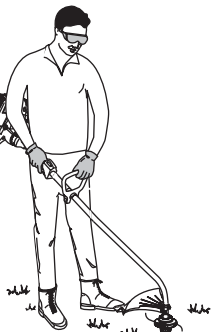

Fig. 16
3. Sostenga la unidad en la posición de funcionamiento (Fig. 16). Si es necesario, reubique el mango en forma de D hacia el punto que ofrezca el mejor agarre.
Su unidad trae una botella de aceite SAE 30 SF, SG, SH de 90 ml (3,04 onzas fluidas) (Fig. 16).
Antes de operar esta unidad, párese en posición de operación (Fig. 16).